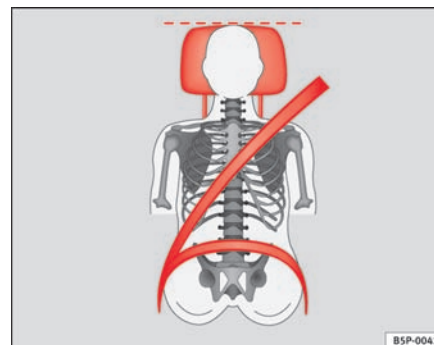

Fig. 12 Korrekt placering af sikkerhedssele og hovedstøtte set forfra
- Selens skulderdel skal sidde ca. midt på skulderen. Sikkerhedsselen skal sidde fladt og tæt ind til overkroppen ⇒ side 21, fig. 12.